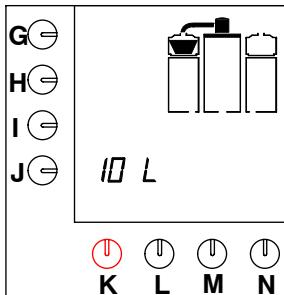

Fig. 7 Periodo de goteo
- Tan pronto como se ha llenado el contenedor de café, el display muestra intermitentemente el cestillo de filtro durante el periodo de goteo, ver fig. 7 .